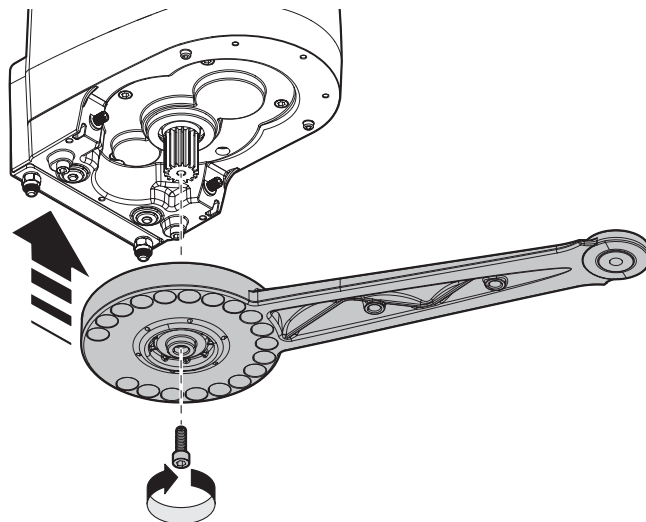

Fig.16
05. Neste ponto voltar a montar o braço no motor **fig. 16**;